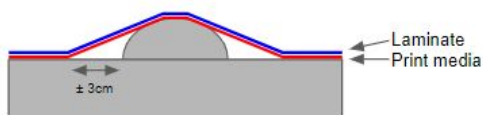

Abbildung 10
- 1) Positionieren Sie die Folie auf der gesamten genieteten Oberfläche; lassen Sie dabei um die Nieten herum einen Abstand von ± 3 cm zwischen der Oberfläche und der Niete. *Abbildung 10*